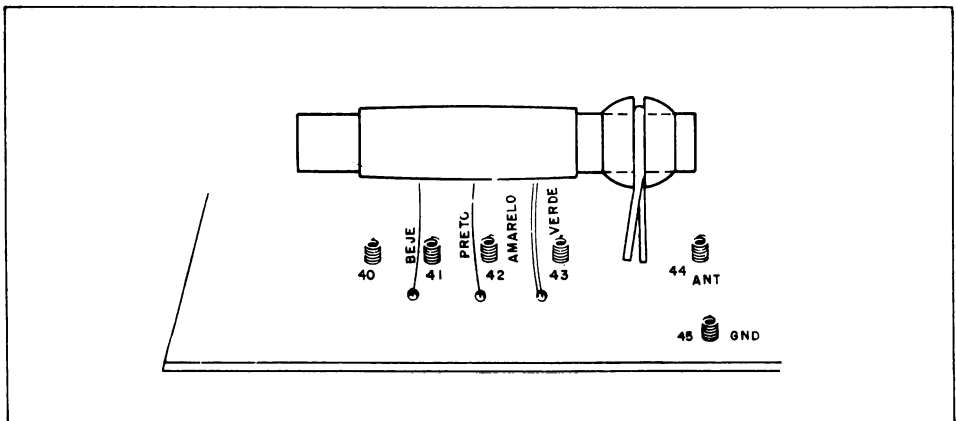

FIGURA 6
- () 30 - Introduza os fios da bobina nos três pequenos orifícios localizados abaixo dos terminais 40, 41, 42 e 43, conforme se mostra na figura 6.
- (X) 32 - Quando a borracha-suporte encostar na base de montagem, dobre as pontas do fio nu, uma para cada lado, na parte de baixo da base, de modo que a borracha-suporte fique bem firme.